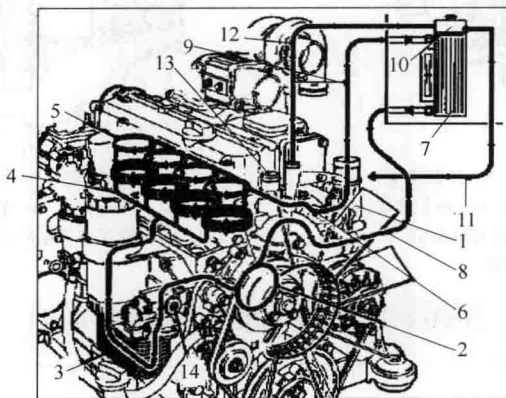

图 1-5 柴油机无缸套水冷系统示意图
(1) 无缸套冷却系统的组成 部分单体泵柴油机（如 BFM2012 机型）的冷却系统为无缸套水冷系统（图 1-5）。水（或冷却液）为传热介质，再传给空气。也就是以少量的水进行不断循环的方法，在柴油机水套中吸收多余热量，再流到散热器中散发热量。由于水套进出口的温差较小，气缸下部不致过冷，且水冷的冷却强度大小容易调节，能保持柴油机的正常温度，并能用热水预热柴油机，便于冬季起动。